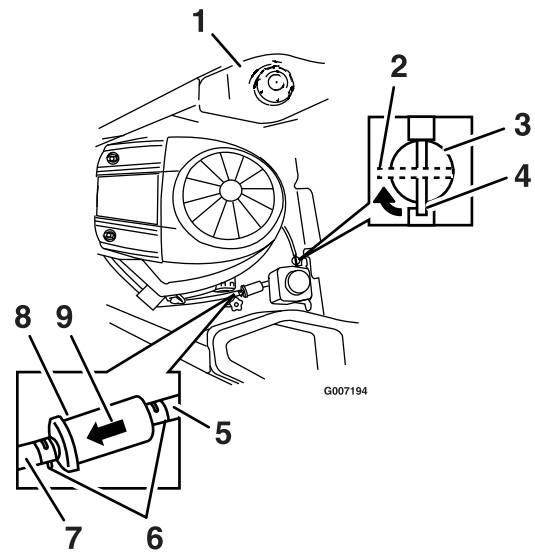

Figura 31
5. Apriete los extremos de las abrazaderas y deslícelas por el tubo alejándolas del filtro (Figura 31).
7. Instale un filtro nuevo – la flecha que indica el sentido de flujo debe apuntar hacia el motor. Acerque las abrazaderas al filtro (Figura 31) para sujetarlo.